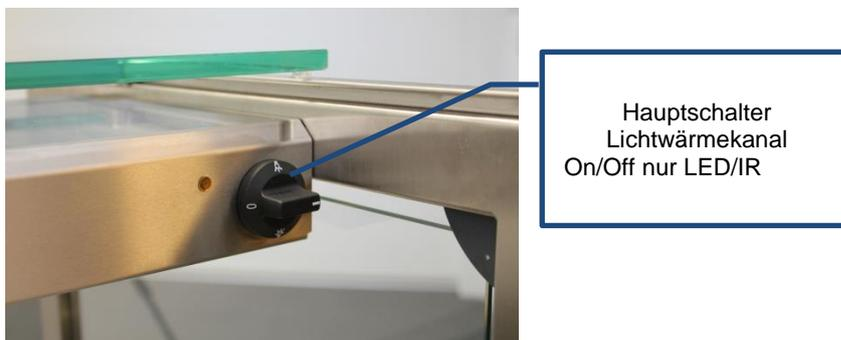

Abbildung 5 On/Off Schalter Lichtwärmekanal
- Die Wassereinfülltaste **C** auf der Bedienblende betätigen (**Abb. 5**), die Wanne mindestens bis zur höchsten Füllstandskerbe des Überlaufrohrs füllen (etwa 2 oder 3 cm vom Boden).
- Der Knopf 4 für mindestens 5 Sekunden drücken (siehe Wärmereglerabb.), um den Hauptschalter der Heizwiderstände Wanne **B (Wanne)** einzuschalten, siehe Abb. 5.